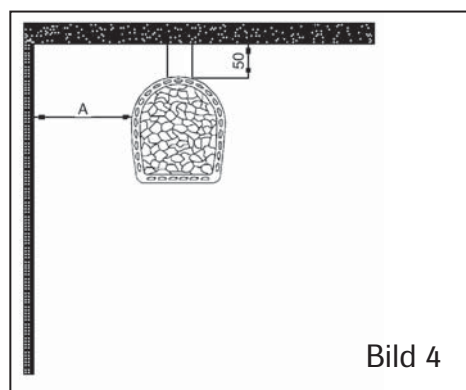

Bild 4
4. Om väggen är murad räcker det med ventilationspringa om 50 mm mellan väggen och bastuugnen. (Bild 4)